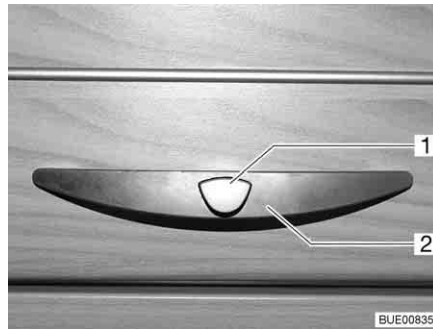

Fig. 38 Sportello del mobile con maniglia (esempio)
- Premere il bottone di sbloccaggio (Fig. 38,1) della maniglia (Fig. 38,2) e mantenerlo premuto.